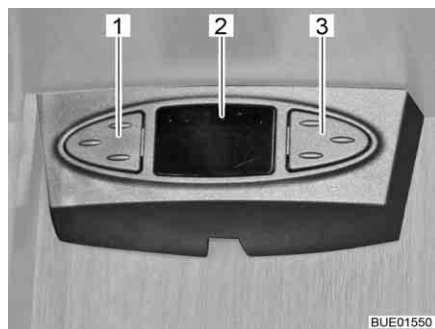

Fig. 56 Souris sat
Suivant le modèle, l'antenne parabolique est équipée d'une souris sat. L'affichage (Fig. 56,2) de la souris sat indique la chaîne réglée. Les deux touches servent à la commande des fonctions de base de l'antenne parabolique (changement de chaîne, allumer/éteindre).
- Choisir la chaîne précédente dans la liste de chaînes : Appuyer sur la touche gauche (Fig. 56,1).
- Choisir la chaîne suivante dans la liste de chaînes : Appuyer sur la touche droite (Fig. 56,3).
- Passer de radio à TV et inversement : Appuyer brièvement en même temps sur les touches (Fig. 56,1 et Fig. 56,3).
- Allumer/éteindre le récepteur : Appuyer en même temps sur les touches (Fig. 56,1 et Fig. 56,3) et les maintenir pressées.